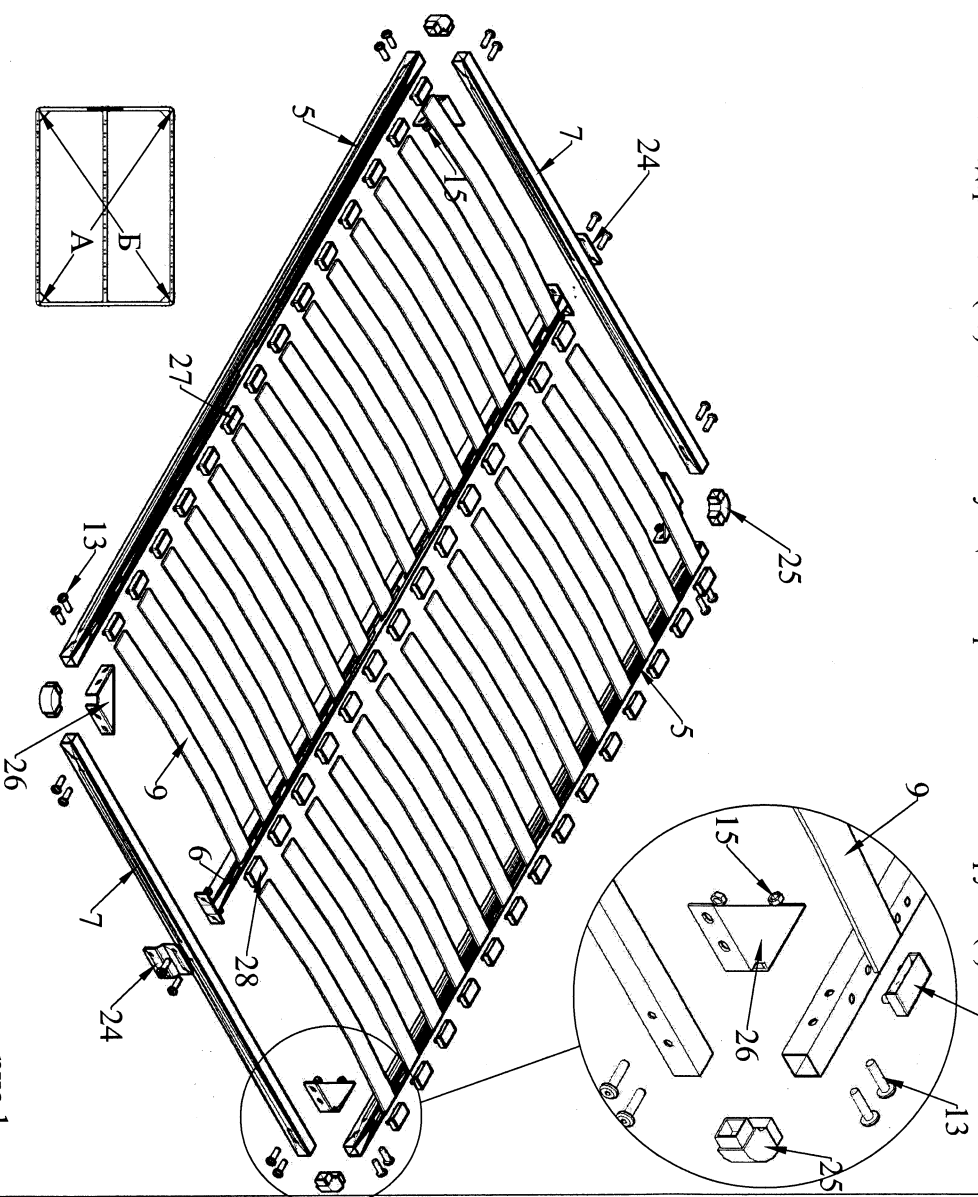

рис.1
1. В шиток (1) завернуть дюбель кроватной стяжки (18) и прибить опоры с гвоздем (19).
2. С помощью винтов М6х14 (11) и уголка (10) стянуть боковые царги (2), вставки (3) и переднюю царгу (4) между собой.
3. Винтами М6х14 (11) прикрепить соединительный профиль (8) к боковым царгам (2).
4. К соединительному профилю болтами М10 привернуть регулируемые опоры кровати (23).
5. При помощи эксцентрик кроватной стяжки (16) соединить шиток (1) с боковыми царгами (2).
6. Собрать ортопедическое основание согласно инструкции (см. рис.1)
7. Уложить основание на соединительные профили кровати (8) и закрепить его винтами М6х14 (11) через опорные пластины к передней царге и шитку, винтами М6х70 (12) и гайками М6 (14) к соединительным профилям.